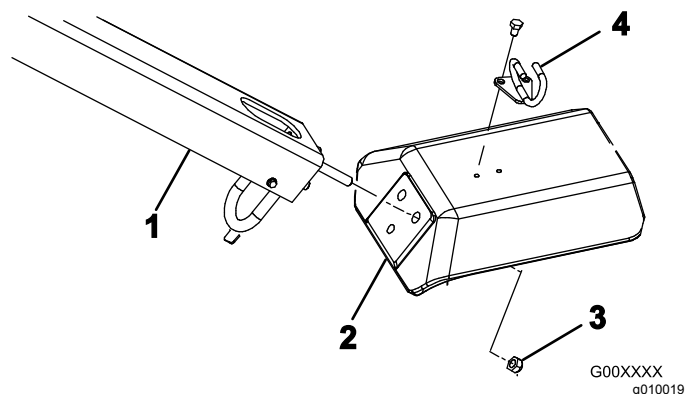

图4
- 将手柄安装螺栓插入固定叉的孔中图4。
3. 用 3 个锁紧螺母 ½ 英寸将手柄螺栓固定到固定叉上图4。
5. 用 2 个螺栓 5/16 x ½ 英寸将线缆导管安装至固定叉图4的顶部。